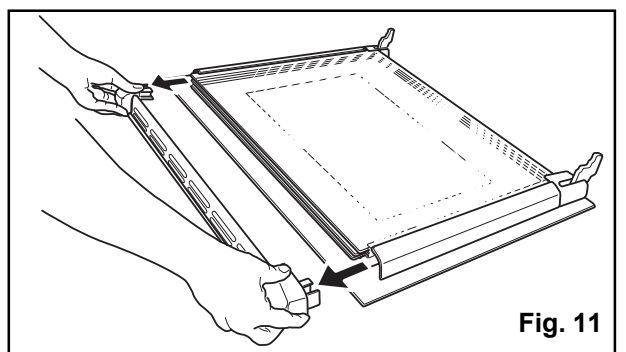

Fig. 11
7. Prenez le support du panneau de verre interne par les côtés droit et gauche puis, extrayez-le des guides. (Fig. 11).